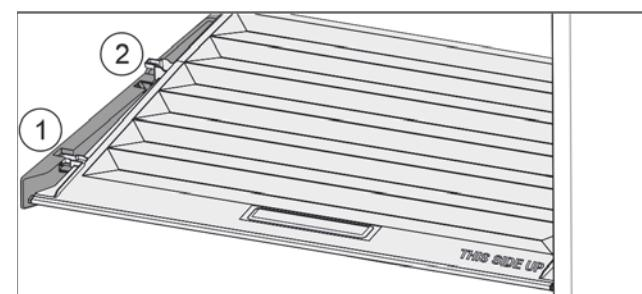

Fig. 35
- Потянуть крышку до отверстия в поддерживающих деталях вперед Fig. 35 (1).
- Поднять сзади снизу и извлечь Fig. 35 (2) движением верх.